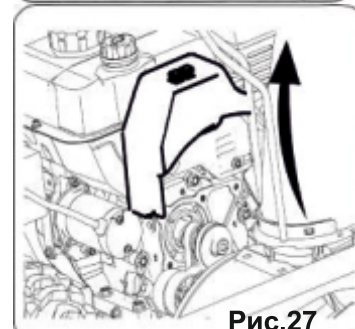

Рис.27
1. Снимите крышку в передней части двигателя, сняв два самореза (Рис. 27).